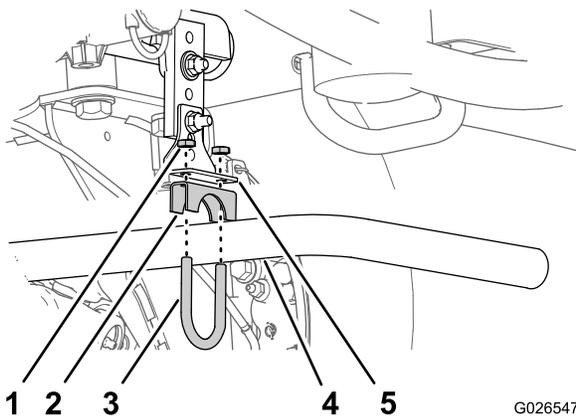
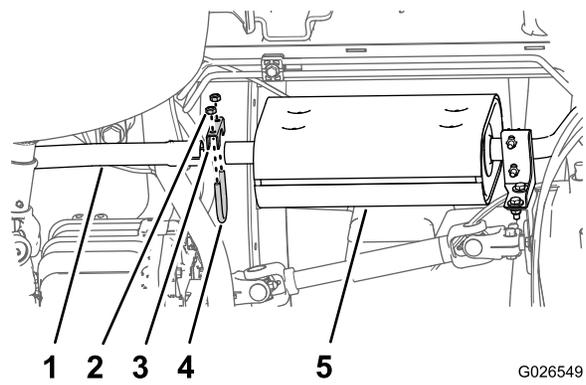

Figura 2
Figura 4
1. En la pletina de fijación y el soporte del tubo de escape, retire las 2 tuercas, el perno en U y la brida que sujetan el tubo de cola al soporte (Figura 2).
- Retire las 2 tuercas, los pernos en U y la brida que sujetan el tubo de cola al tubo de la salida del silenciador (Figura 4).
- Retire el tubo de cola de la máquina, y deseche el tubo (Figura 2 y Figura 4).